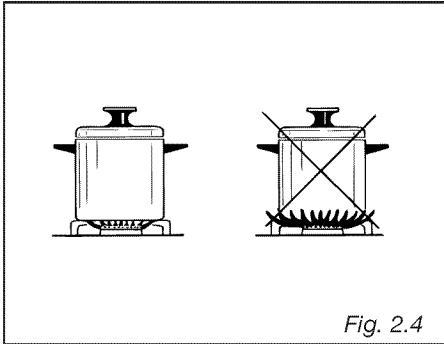

Fig. 2.4
**CHOICE OF BURNER** (fig. 2.4)